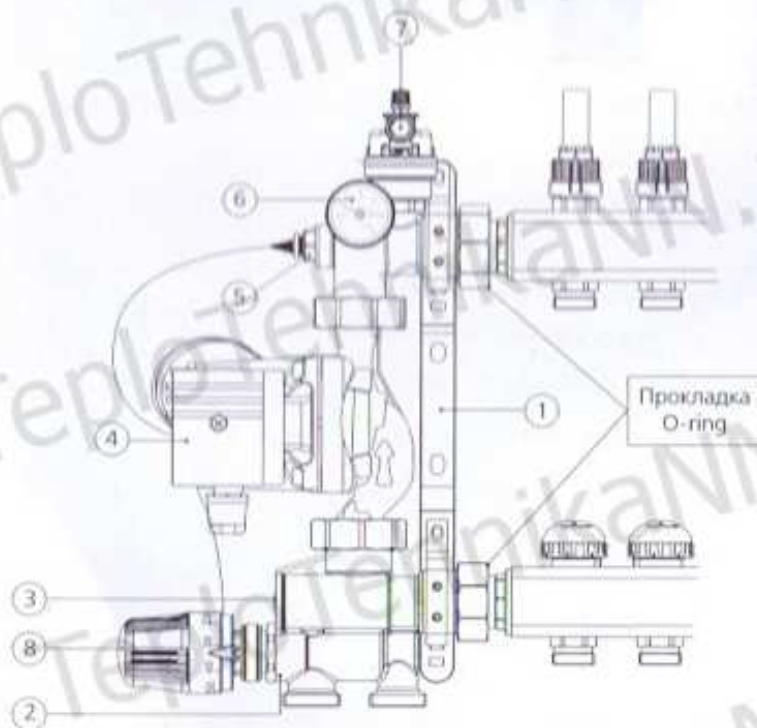

Рис.1
2. при помощи монтажного кольца головки закрепите её на смесительном клапане (рис. 1 поз. 2);
3. поместите датчик в гнездо температурного датчика (рис. 1 поз. 5);
Согласно приведённой ниже диаграмме (рис. 3), расходу 1032 л/ч, соответствуют 6 разных кривых  $\Delta P_{valv}$  при разных настройках байпаса (рис. 1 поз. 3): чем меньше открыт байпас, тем быстрее достигается требуемая температура на подаче, и наоборот,
Температура подачи низкотемпературного контура отопления задаётся на термостатической головке (рис. 1 поз. 8), с диапазоном установки от 20 до 65 °С, и поддерживается постоянной благодаря действию термостатического клапана.